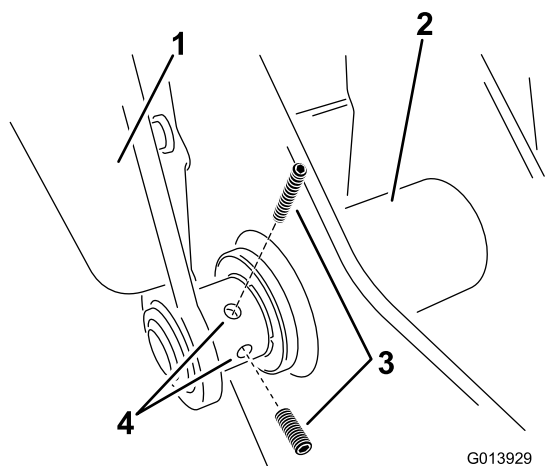

図 12
- I. 左アームの下側ヒンジ部に固定ねじを取り付ける (図 12)。後でクレードル・